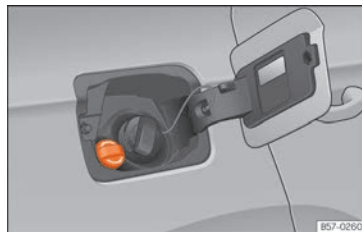

Abb. 308 Verschlussdeckel des AdBlue-Tanks
- Öffnen Sie die Tankklappe »» Abb. 308.
- Schrauben Sie die Flasche entgegen dem Uhrzeigersinn wieder heraus und ziehen Sie die Flasche vorsichtig heraus »» ❶.
- Verschlussdeckel SCR-Einfüllstutzen nach links drehen »» Abb. 308.